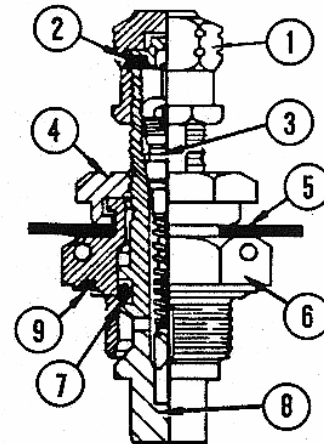

FIGURA 3-2 VÁLVULA DE CARGA
2. Saque la tapa de válvula de carga (1, Figura 3-2) suelte el **hexágono pequeño** (4) de la válvula de carga y gire en sentido contrario a las manecillas del reloj 3 vueltas completas para desasentar el sello de la válvula. Conecte